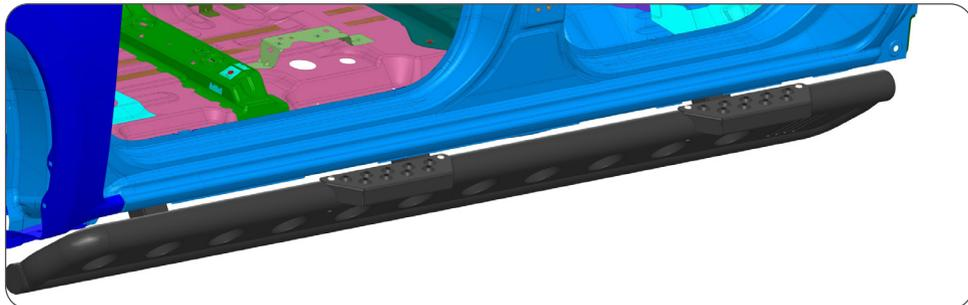

Abb. 02: Trittstufen montiert / entry steps mounted
**Mit den beiliegenden M8 Linsenkopfschrauben die Einstiegstritte wie in Abb. 02 gezeigt verschrauben. Wenn die Trittstufen nicht montiert werden Gewinde mit den Schrauben verschließen.**
Use the M8 lens head bolts to mount the entry steps, like shown in Abb. 02. If you do not want to mount the entry steps close the threaded holes with the bolt alone.